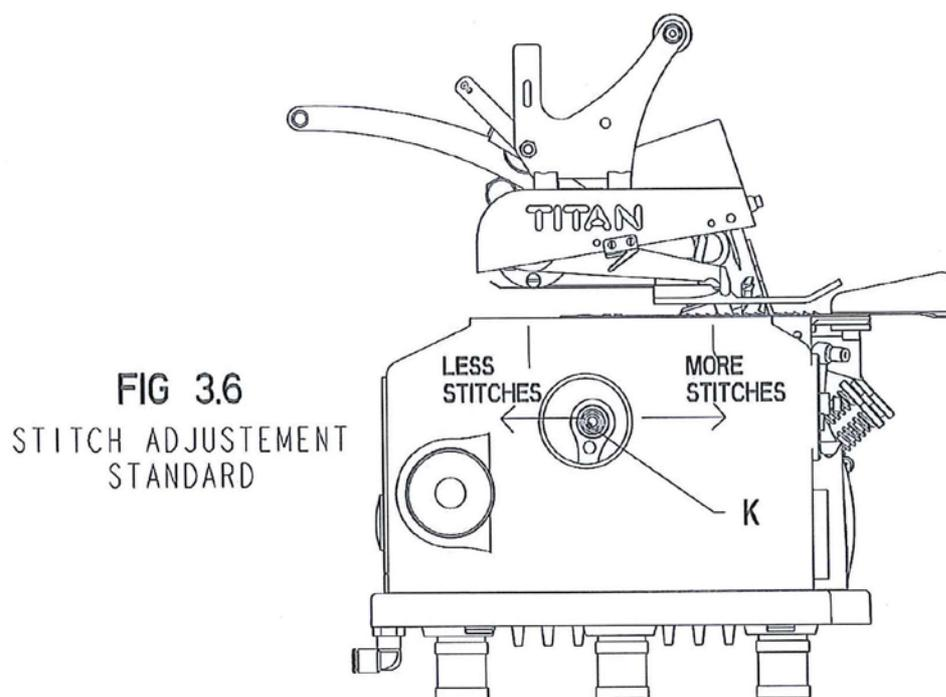

FIG 3.6
- Svitare e togliere la vite per arrivare al dado **K** (FIG 3.6).
- Spostare il dado **K** in avanti o indietro ,per sia aumentare o ridurre la densità di punti per cm (FIG 3.6).